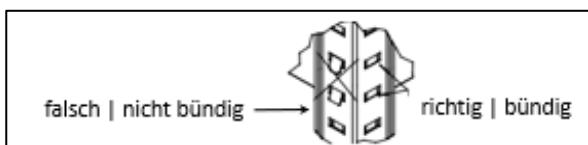

Abbildung 3
- **Schritt 3:** Die beiden Seitenprofile mit 5 Quertraversen (Bauteil C) mit Hilfe des Gummihammers verbinden. Darauf achten, dass die Metallzunge in der Nut bündig steckt und die Metallzunge beim Steckvorgang nicht verbogen wird (siehe Abbildung 3).
WICHTIG: Achte bitte bei allen Steckelementen darauf, dass die Zunge mit der Nut bündig steckt (siehe Abbildung 3). Ggf. den Schraubenzieher benutzen, um die Zunge bündig einzustecken. Falls die Zunge verbogen wird, kannst Du auch den Schraubenzieher nutzen, um sie wieder zu begradigen.